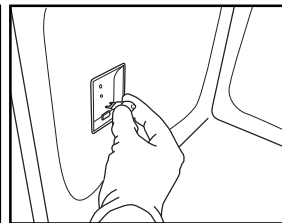

Fig. 9
4. Vervang het lampje (zie de opmerking hieronder voor het type lampje) (Fig. 9).